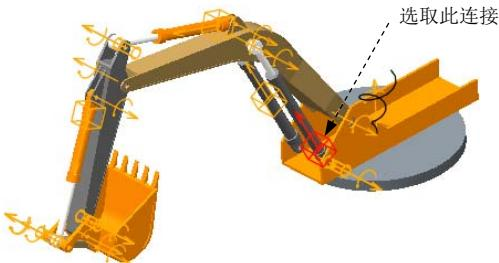

图 4.5.5 选取参考对象
(7) 单击对话框中的**确定**按钮，完成伺服电动机的定义。
(8) 关闭“图形工具”对话框。
Step5. 定义伺服电动机2(动臂液压驱动)。单击**插入**区域中的“伺服电动机”按钮 S ，选取图4.5.5所示的连接为参考对象；在“伺服电动机定义”对话框的**轮廓**选项卡中选择**规范**